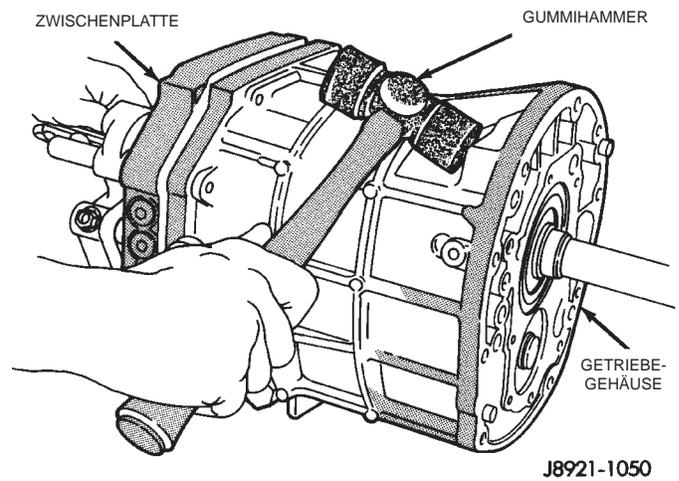

Abb. 34 Zwischenplatte und Getriebegehäuse trennen
(23) Das Getriebegehäuse durch Klopfen mit einem Gummihammer lockern und Zwischenplatte vom Getriebegehäuse trennen (Abb. 34).